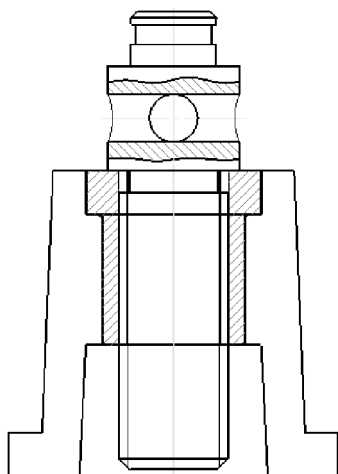

图 6-34 平移
5) 使用平移功能，将图 6-33a 以 A 点为平移的基点，移动至图 6-33b 中的 B 点处，如图 6-34 所示。